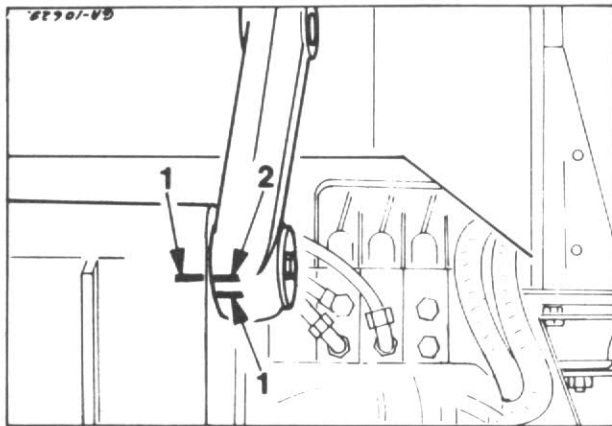

Fig. 30b
6. Tourner le tube de contrôle de position jusqu'à l'alignement des repères (1 et 2, Fig. 30b).
7. Abaisser le levier (5) de contrôle de position. Vérifier à nouveau le réglage selon la Fig. 30b. Lever les bras de relevage à la main afin de vérifier l'existence d'un jeu entre les bras et la paroi du carter.